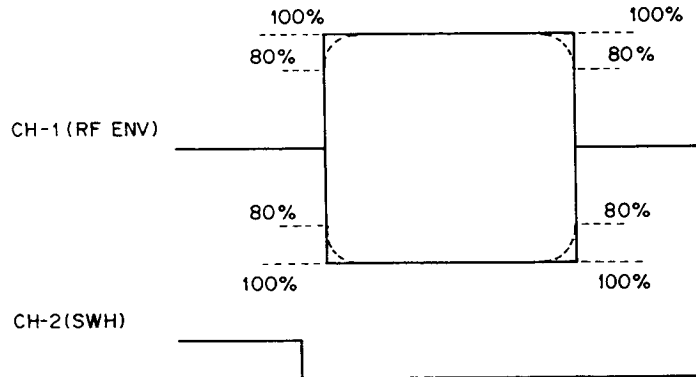

Fig. 4-4
- 4) As shown in Fig. 4-4, confirm that 80% or more of the RF waveform is flat.
- 4) . 図4-4 の様に、RF波形の平坦度が 80%以上あることを確認する。